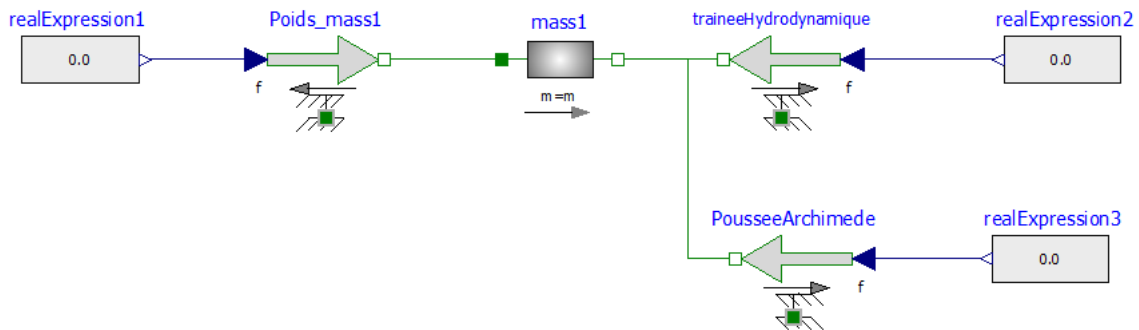

Figure 4: Modèle OpenModelica
4. **Déterminer** à partir du modèle fourni figure 4 le temps nécessaire à la sphère pour remonter à la surface.
7. **Déterminer** à partir du modèle fourni figure 4 le temps nécessaire à la sphère pour remonter à la surface.